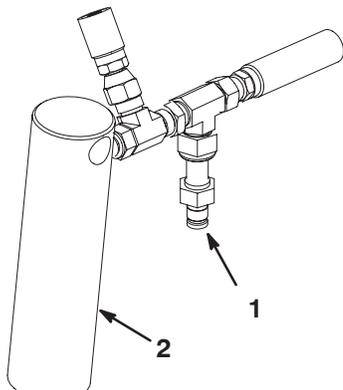

Figure 12
2. Connectez un manomètre à la prise d'essai située derrière le vérin de levage gauche (Fig. 12).